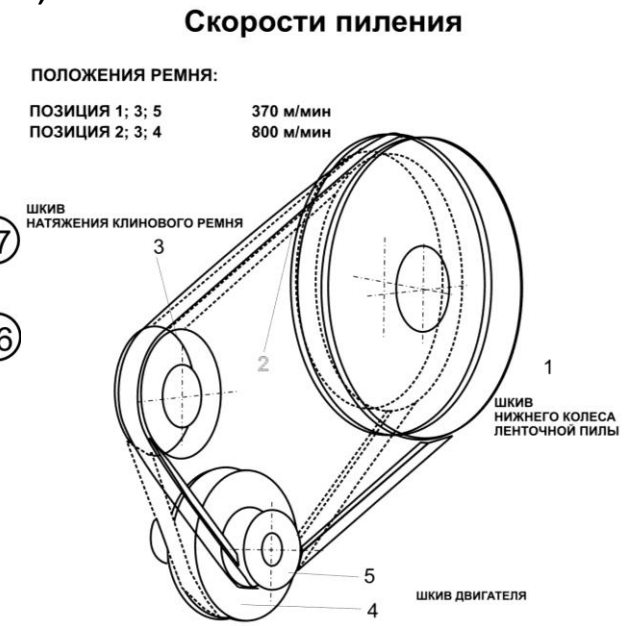

Рис. 15
11.7.4. Изменяя одновременно положение ремня (46) на шкивах (45 и 47) согласно схеме Рис. 15, установите скорость движения пильной ленты (9) 370 м/мин или 800 м/мин.